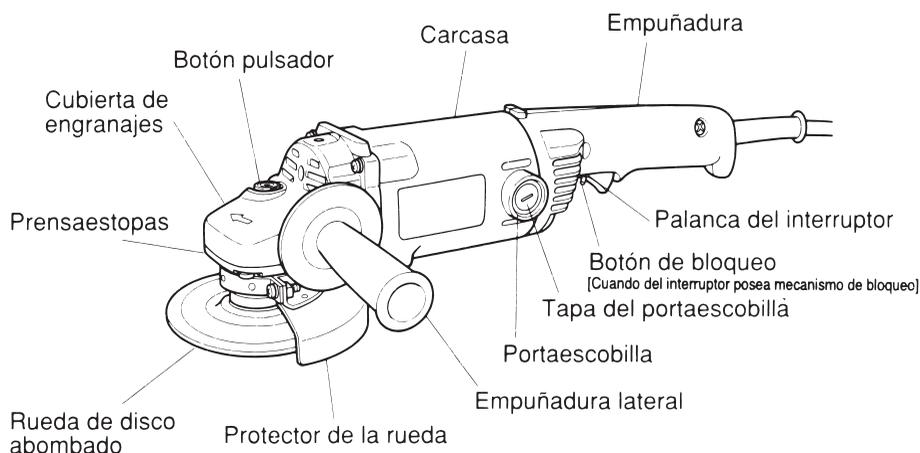

Fig.1
1. Sujete firmemente la amoladora por la empuñadura del cuerpo y la empuñadura lateral (Fig. 1).